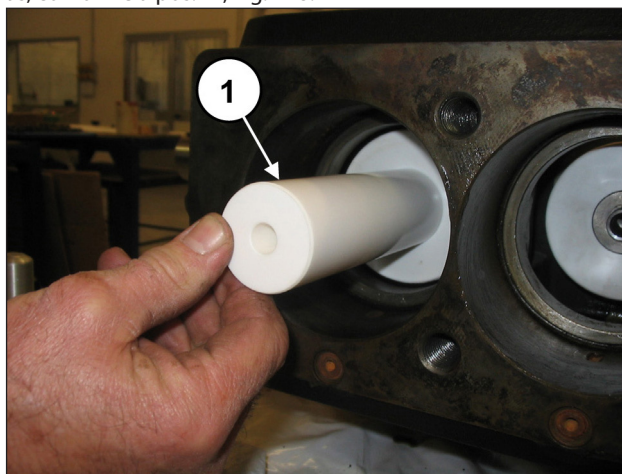
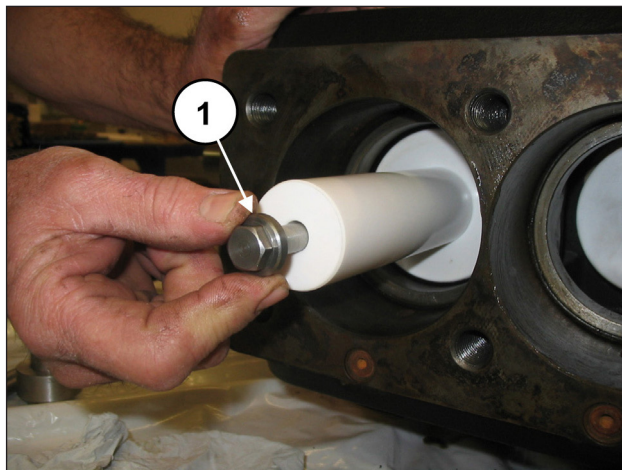

Fig. 177
Fig. 178
Monte os pistões nas respectivas guias (pos. ①, Fig. 177) e fixe-as, conforme a pos. ①, Fig. 178.